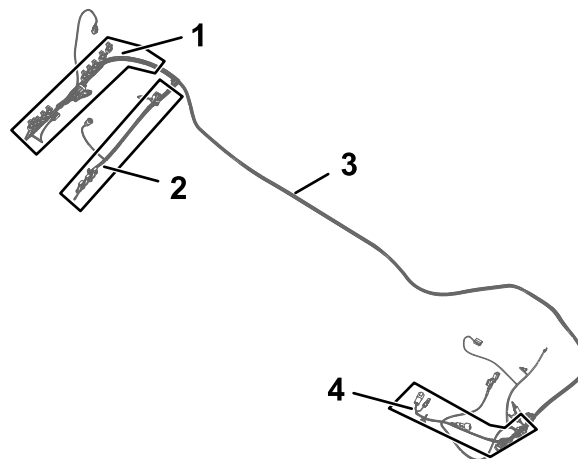
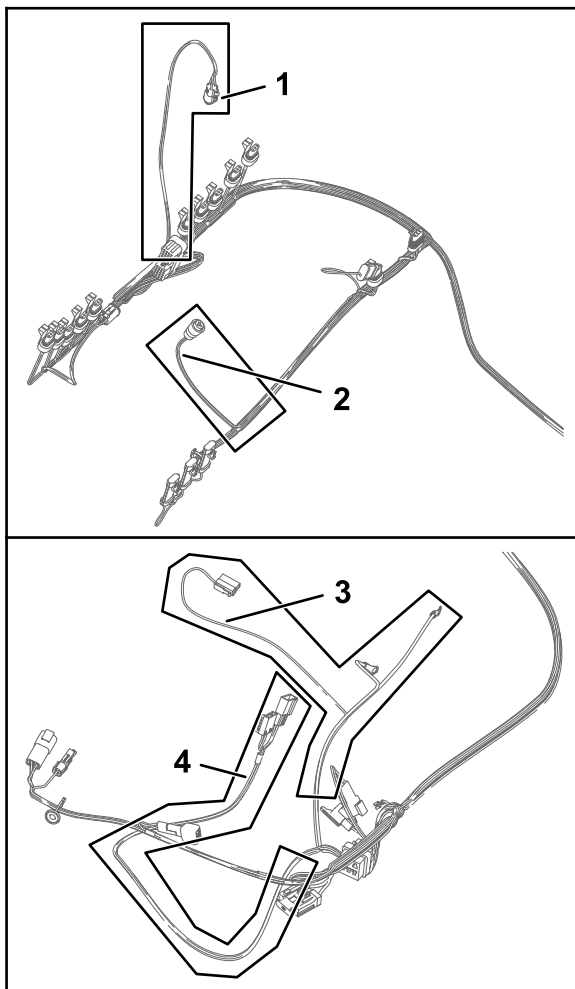

Рисунок 76
Рисунок 77
1. Найдите ответвления жгута проводов длиной 84 см, 60 см и 66 см из комплекта (Рисунок 76 и Рисунок 77).